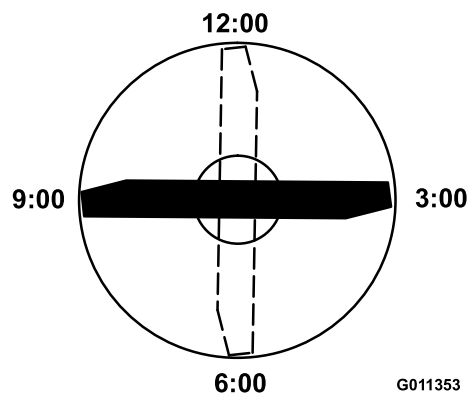

図 95
置車両進行方向に向け 図 95、作業台の表面か
5. 印の付いている端部を3時の位置と9時の位置に向けて **図 95**それぞれ高さを測定する。